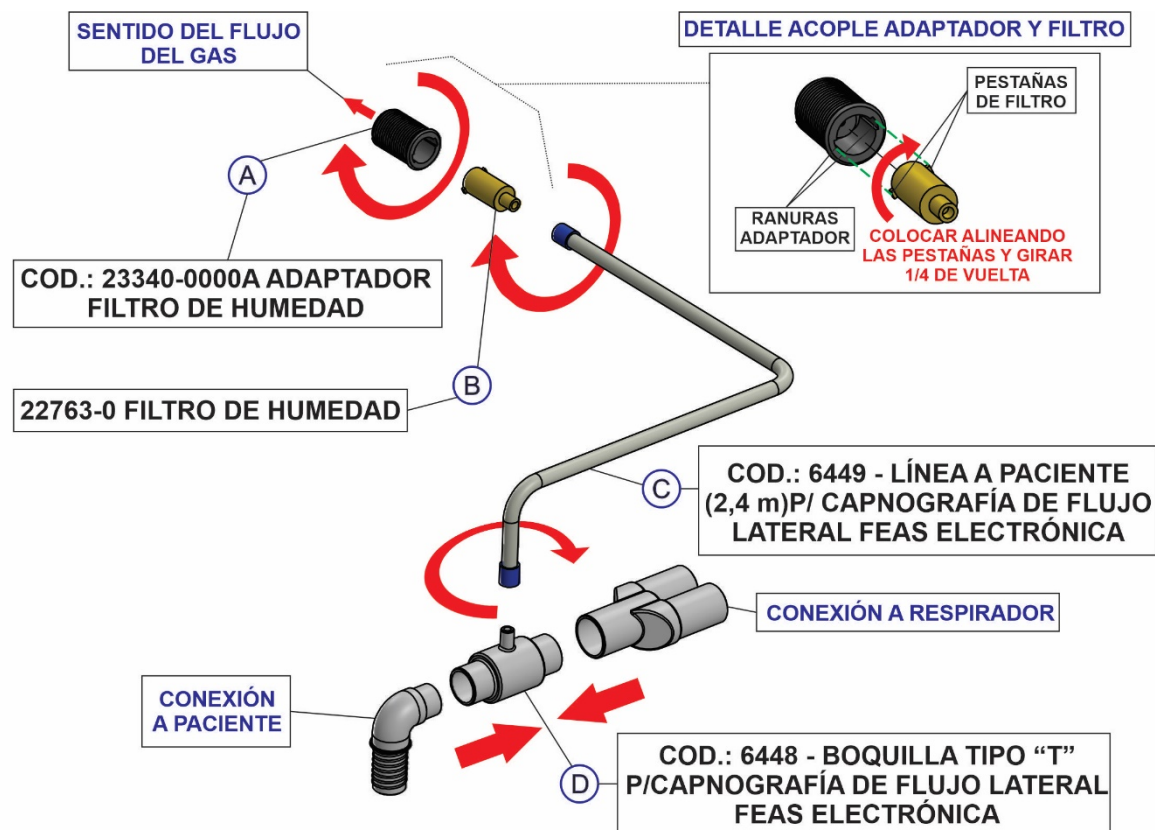

Figura 14-4 Conexión de la línea a paciente
- 1 Conecte el filtro de humedad (B) (ver Figura 14-4) al receptáculo del filtro (A) girando el filtro en sentido horario.